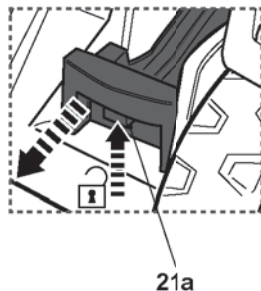

Fig.24
- > Appuyez sur le bouton de déverrouillage [21a] pour relâcher et retirer l'insert de broyage [21] (Fig.24).